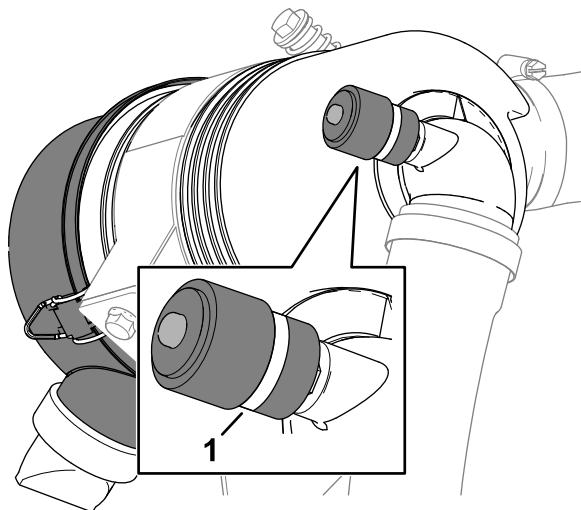

Рисунок 77
3. Проверьте индикатор обслуживания, расположенный на конце корпуса воздушного фильтра (Рисунок 77).